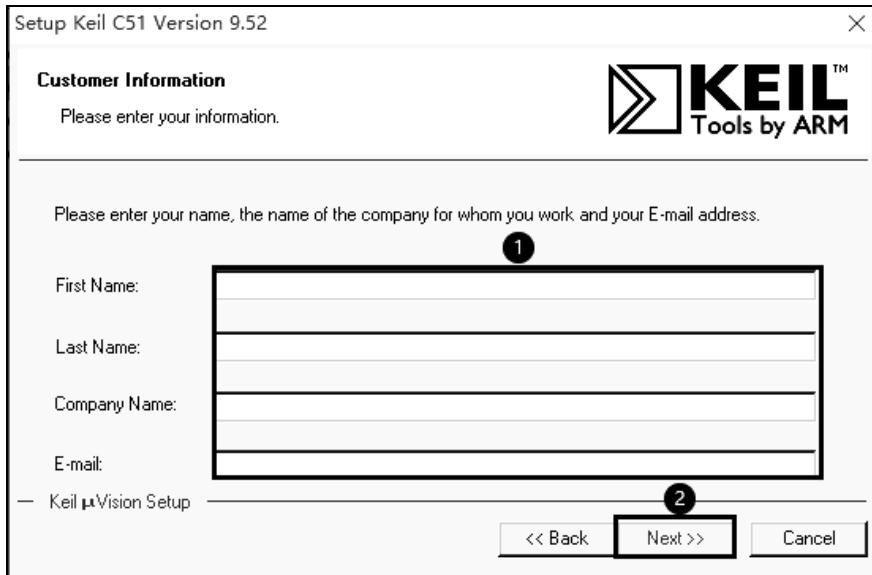

图 1-16 Keil C51 安装 4
(4) 打开如图 1-16 所示的界面，在“First Name”“Last Name”“Company Name”和“E-mail”文本框中输入相应的信息，然后单击“Next”按钮，软件开始安装。